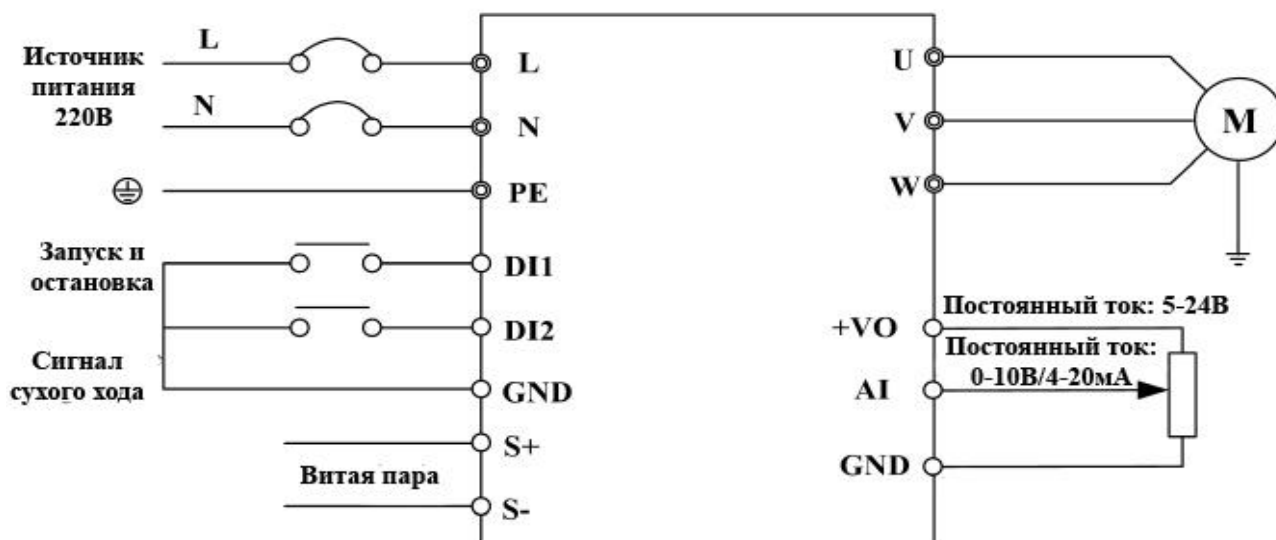

**Рисунок 2**
2. Установите металлическую пластину на мотор насоса и зафиксируйте ее винтами (смотрите рисунок 2).